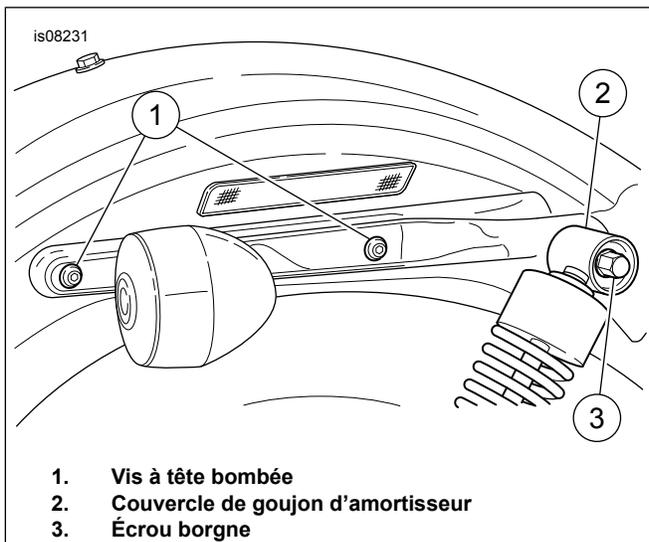

Figure 9. Support de garde-boue arrière
4. Voir Figure 9. Retirer les vis à tête bombée et les contre-écrous qui attachent le couvercle de support de garde-boue au cadre. (Si on a un modèle Hugger avec barre Sissy, l'une de ces vis et l'un de ces contre-écrous a déjà pu être retiré.) Conserver la visserie pour la réinstallation ultérieure.